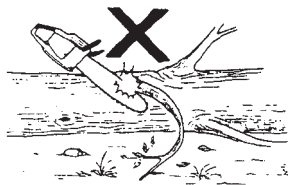

Fig. 21
**La mayoría de los accidentes de contragolpes ocurren durante la poda. No deberá usarse la nariz de la barra de guía. Deberá prestarse las precauciones extremas evitando el contacto de la nariz de la barra de guía con el rollo, otras ramas u objetos. Prestar la máxima atención a las ramas que estén bajo tensión. Pueden saltar contra usted y causar la pérdida del control y las lesiones consecuentes. (Fig. 21)**